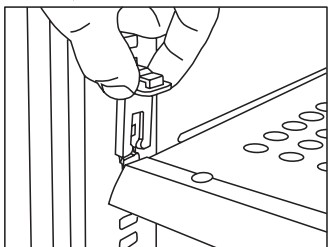

fig. 9D
5. Hylde-sikringerne monteres (fig. 9D).